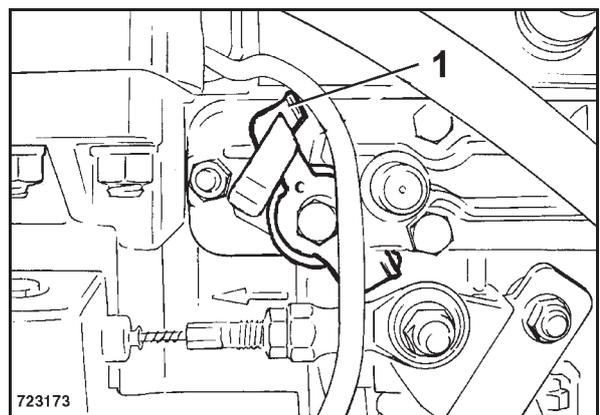

Bild 68
- Handhebel 1 (Bild 68) am Motor so lange niederdrücken, bis sich der Motor abstellt.